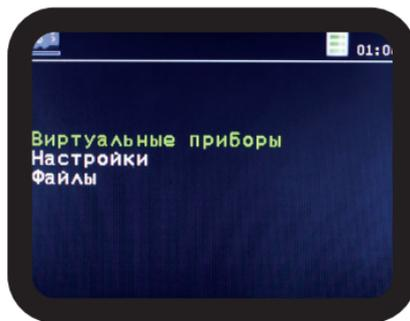

Рисунок 4. Главное меню работы виброметра
2.2.1 Включить виброметр с помощью клавиши , расположенной на лицевой панели. При нормальном напряжении питания на ЖК-дисплее появляется первоначальное меню со следующими надписями (рисунок 4).